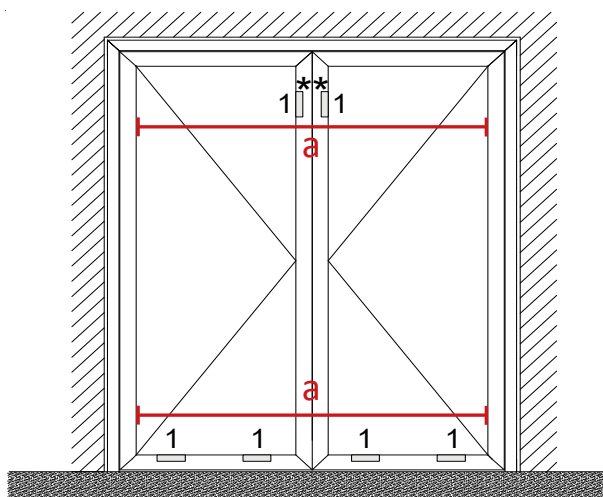

Fig. 1
4. Ilæg udlignings- og bæreklodser (1). Fig. 1